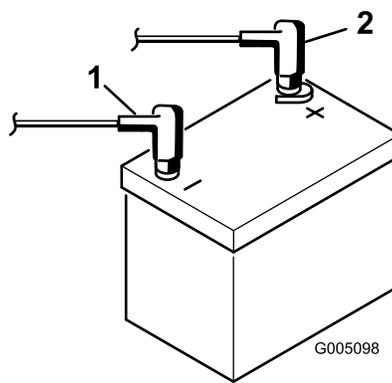

Рисунок 7
8. Установите положительный кабель (красный) на положительную клемму (+), а отрицательный кабель (черный) на отрицательную (-) клемму аккумулятора и закрепите их болтами и гайками (Рисунок 7). Наденьте на положительную клемму резиновый чехол для предотвращения возможного замыкания на массу.